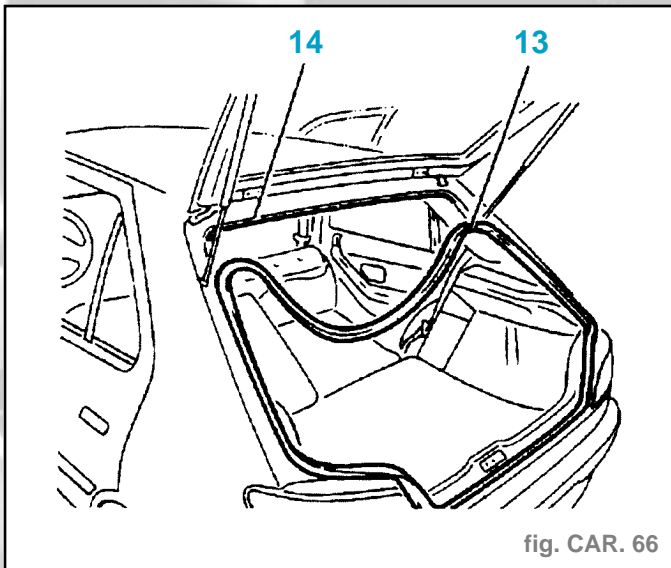

fig. CAR. 66
- Dégraffer partiellement le joint d'entrée de volet (13) (fig. CAR. 66).